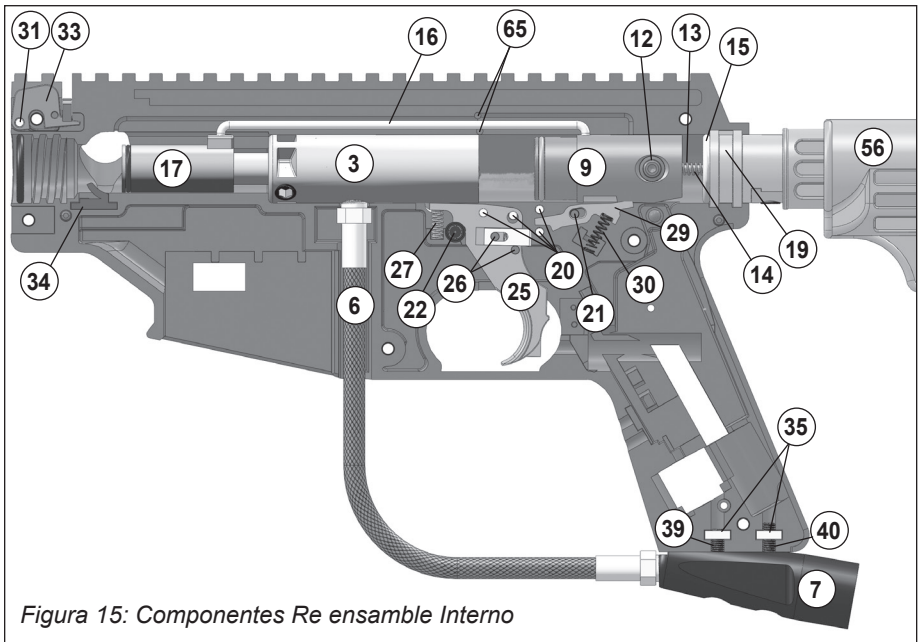

Figura 15: Componentes Re ensamble Interno
10. Con el lado izquierdo descubierto (como se observa en la Figura 15), hale hacia afuera el **Tapón Posterior** (19), para remover el empaque Bumper (15), el **Pasador de Resorte Guía** (14) y el **Resorte Guía** (13). Estas partes deben ser removidas antes para poder remover **El Tornillo Posterior del Mango** (12).
11. Desconecte el **Brazo Conector** (16) desde la parte **Posterior** (9) y **El Tornillo Frontal** (17).
12. Deslice para afuera del **Tubo de Potencia** (3) el Tornillo Frontal y revise el **Empaque** (18). Limpie y engrase el empaque O y en caso de estar en mala condición, reemplacelo con uno nuevo. Haga lo mismo con el **Empaque O posterior** (10).
1. Refiérase a la figura 15 y verifique que las siguientes partes estén en su lugar: Ensamble del Gatillo y Pasadores (20,25,26 y 27), Seguro (22), pasador de Cierre (21), Cierre (29), Resorte del Cierre (30).Angulo del Cerrojo (33), Pasador (31),Resorte (32 no se muestra), Perno Frontal* (17), Acople de Enganche (34),Brazo Conector* (16),Pasadores del Brazo Conector (65,cantidad 2),Tornillo Trasero*(9), Resorte Guía*(13),Pasador Guía* (14),Empaque O Bumper (15)Tapón Posterior (19), y dos Turcas del Adaptador Suministro de Aire (35)